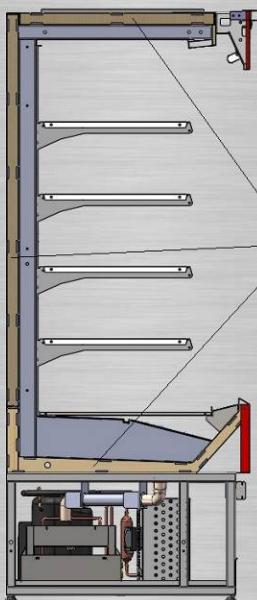

рис. 1
1. Обклейте торцы стыкуемых витрин лентой поролоновой 30Х6, входящую в комплектацию витрин (рис.1).